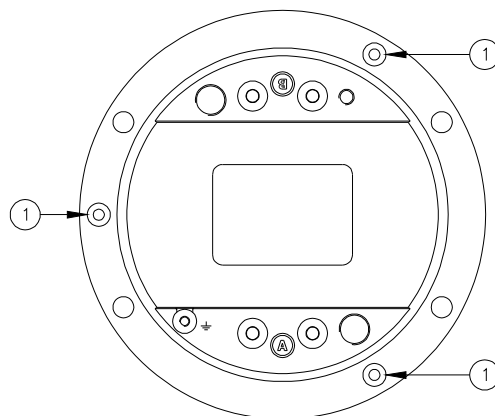

Figura 17 - Tornillos de Fijación de la Cubierta Inferior
- Abra el aparato destornillando los tres tornillos de bloqueo TORX M5x10 (Figura 17 - n°1).
- tres tornillos de bloqueo TORX M5x10 (Figura 17 - n°1);
Verifique la correcta posición la junta tórica, entre la cúpula y la cubierta inferior (Figura 19 – n°2);, monte la cubierta inferior en la cúpula y fíjela mediante los tres tornillos TORX M5x10 (Figura 17 - n°1). Una gota de adhesivo anaeróbico, de tipo medio (por ejemplo, LOXEAL 24-18) se debería aplicar a los tornillos antes de la instalación; el par de apriete es de 2,5 Nm.